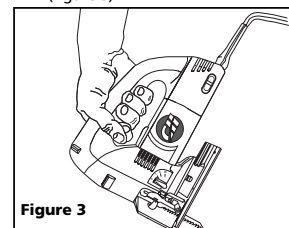

Figure 3
2. Toucher la patte de la scie sur la pièce de travail en laissant la lame bien au-dessus du matériau (figure 3).